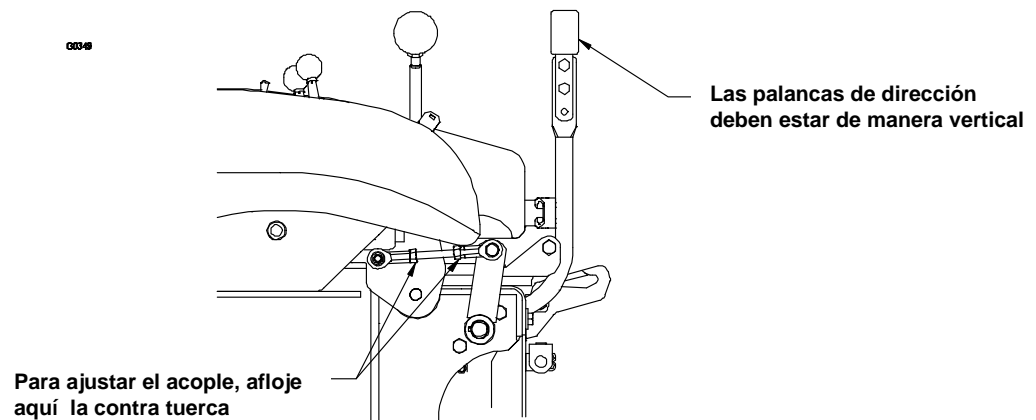

FIGURA 15
- b) estire la palanca de control de velocidad totalmente hacia atrás, a la posición neutral. Las dos palancas de control de dirección deben estar derechas de arriba abajo (vertical). Si es necesario, ajuste las palancas de dirección cambiando el largo del acople entre la palanca de control de velocidad y el brazo de control al final del eje del control de dirección. Vea Figura 15.